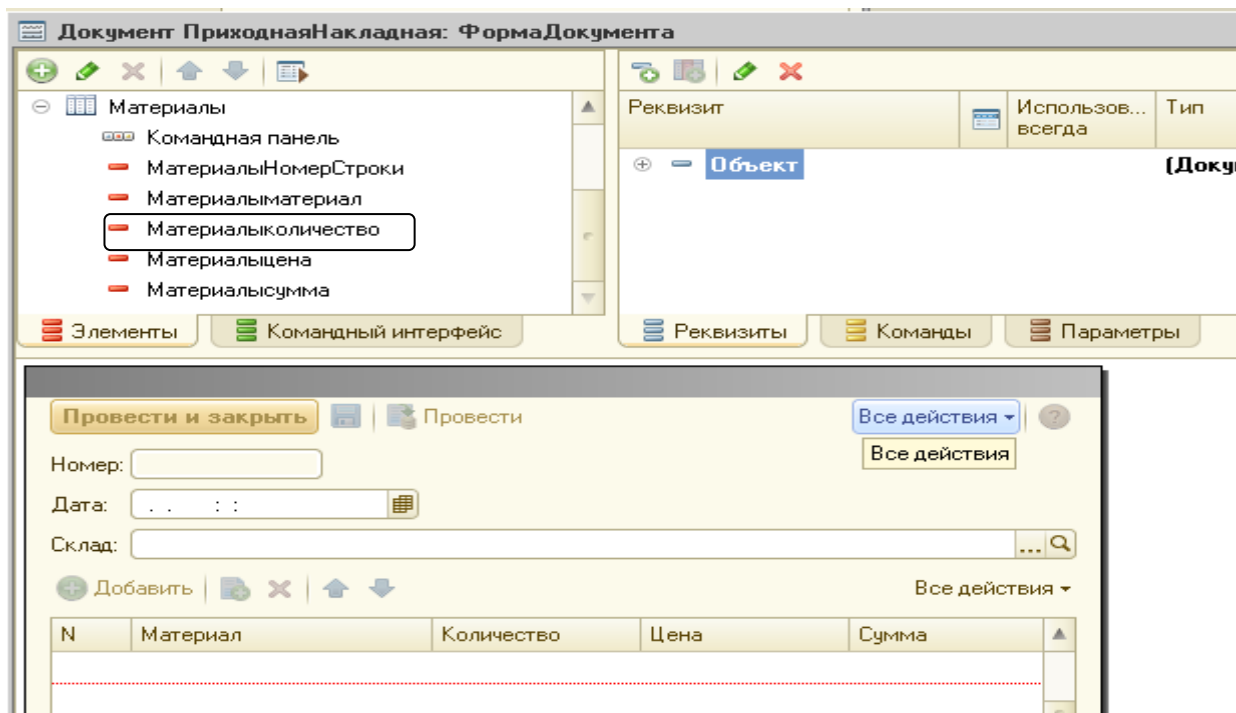

Рисунок 2.8 Форма документа Приходная накладная
3. Дважды щелкнуть по строке **МатериалыКоличество** (рис.2.8). На открывшейся панели свойств вывести в видимую часть группу свойств **События**.